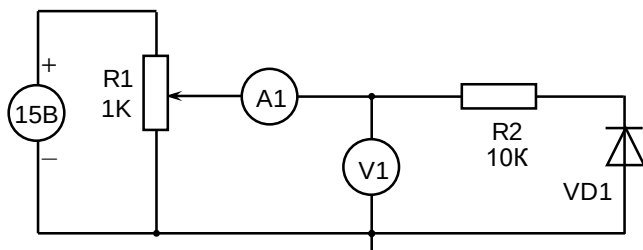

Рис. 1.4. Схема для снятия обратной ветви ВАХ выпрямительного диода
5. Собрать исследуемую схему для снятия обратной ветви ВАХ выпрямительного диода (рис. 1.4). Получив допуск у преподавателя или лаборанта, подать питание на лабораторный стенд. Снять по точкам прямую ветвь ВАХ, занести результаты в табл. 1.1.